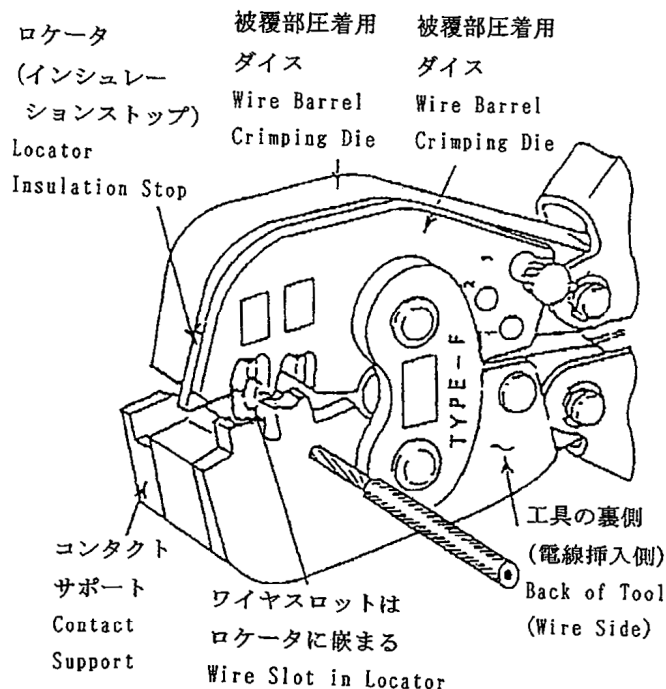

Fig. 3
- (3) 工具はFig.3 に示す様に圧着部が2箇所あります。これは使用端子及び電線に対する圧着箇所を示しています。圧着箇所を間違えた場合工具が損傷したり、圧着性能が低下したりしますのでご注意ください。
- (3) The tool has two crimping dies as shown in Fig. 3. Select correct crimping section, depending on the contact and wire size to be applied. When they are crimped in a wrong size die, damage of tool may result, and degraded wire crimp termination will occur.
3. 圧着方法 (Fig.3 参照)
3. CRIMPING PROCEDURE (Refer to Fig. 3.)